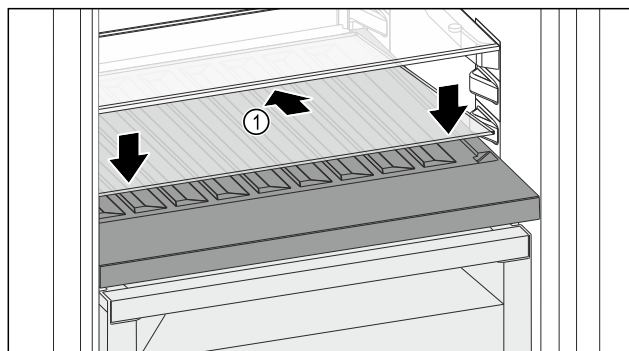

Fig. 149
- ▶ Ustawić płytę szklaną Fig. 149 (1) pod ukosem, nachyloną do tyłu w dół.
- ▶ Opuścić płytę szklaną Fig. 149 (1) z przodu.